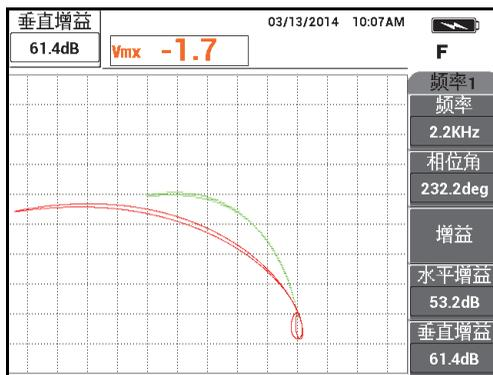

图 5-124 调节频率 1 信号的垂直波幅
14. 再次按下增益键 (**dB**)，然后增加频率 1 信号 (绿色) 的垂直波幅，直到它正好延伸到平衡点上方的 4 个分区 (参见第 201 页的图 5-124)。